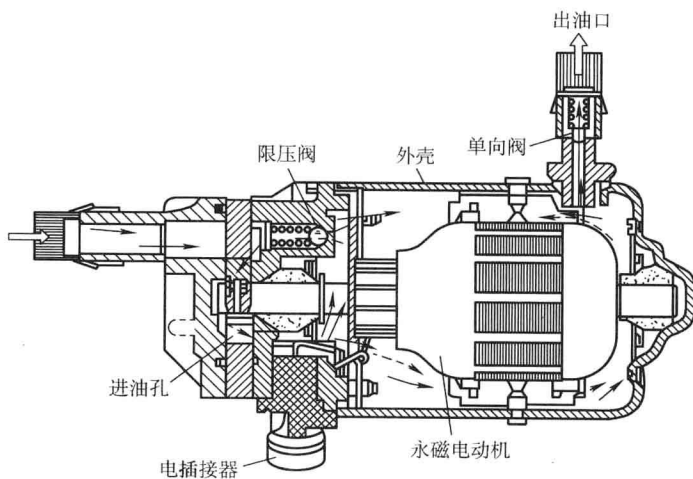

图1-3 燃油泵结构
(1) 是否有电控燃油泵(图1-3)工作的声音 起动前打开燃油箱盖,如电控燃油泵控制系统正常,而点火系统有故障,在起动时在燃油箱盖处应最少能听到燃油泵工作2s的泵油声音。如起动时听不到燃油泵的工作声,应检查燃油泵的继电器、熔丝和与其相关的电路,如上述均没有问题,说明故障在控制单元。